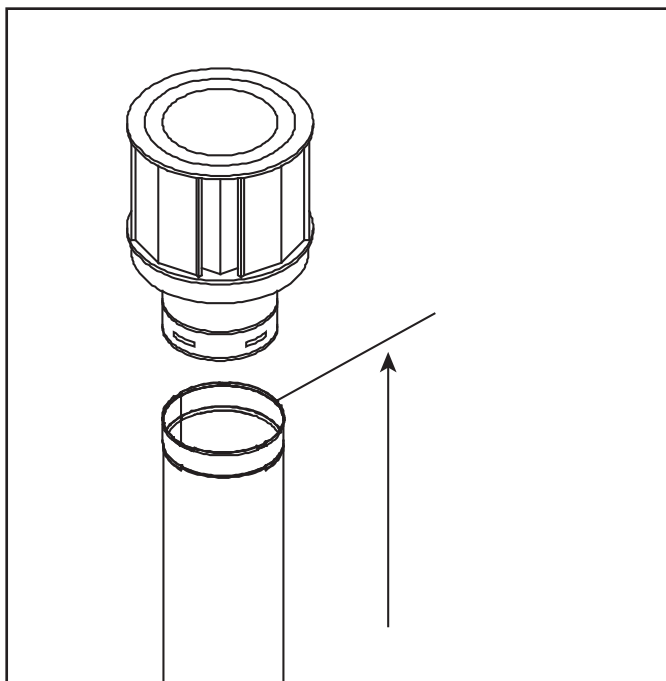

Figure 4.7 Mesure à l'extrémité supérieure de la dernière section du tuyau
- Les extrémités verticales doivent être mesurées à partir de l'extrémité supérieure de la dernière section du tuyau. Voir la Figure 4.7.